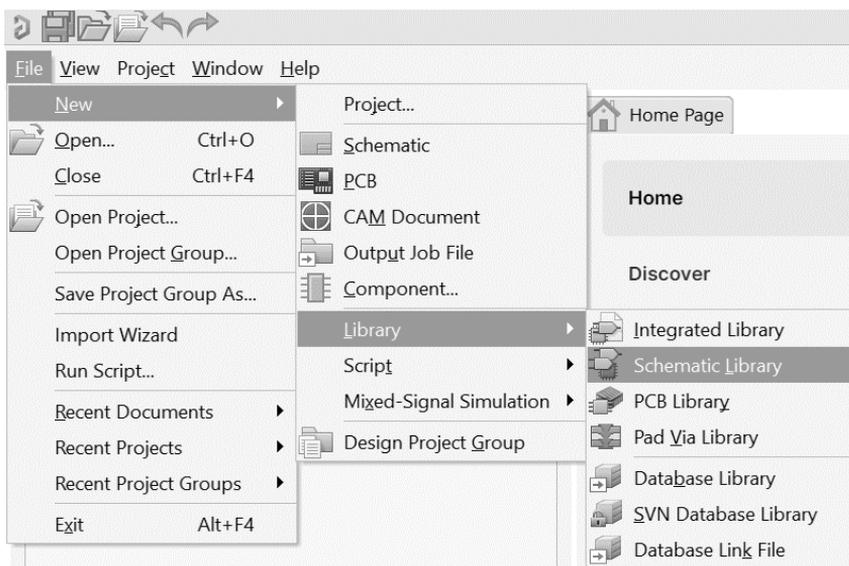

Рис. 3.13. Процесс создания файла библиотеки компонентов
3. Создать новый файл библиотеки компонентов (File – New – Library – SchematicLibrary) (см. рис. 3.13);